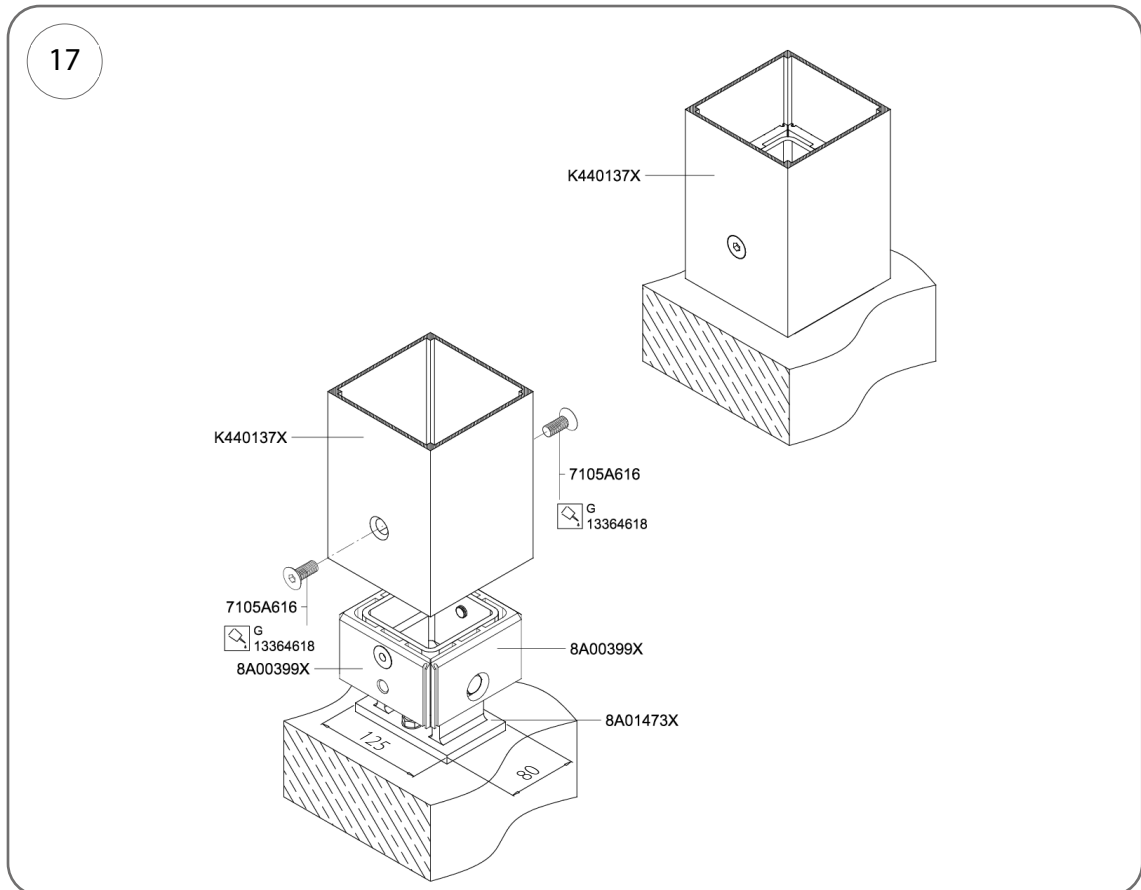
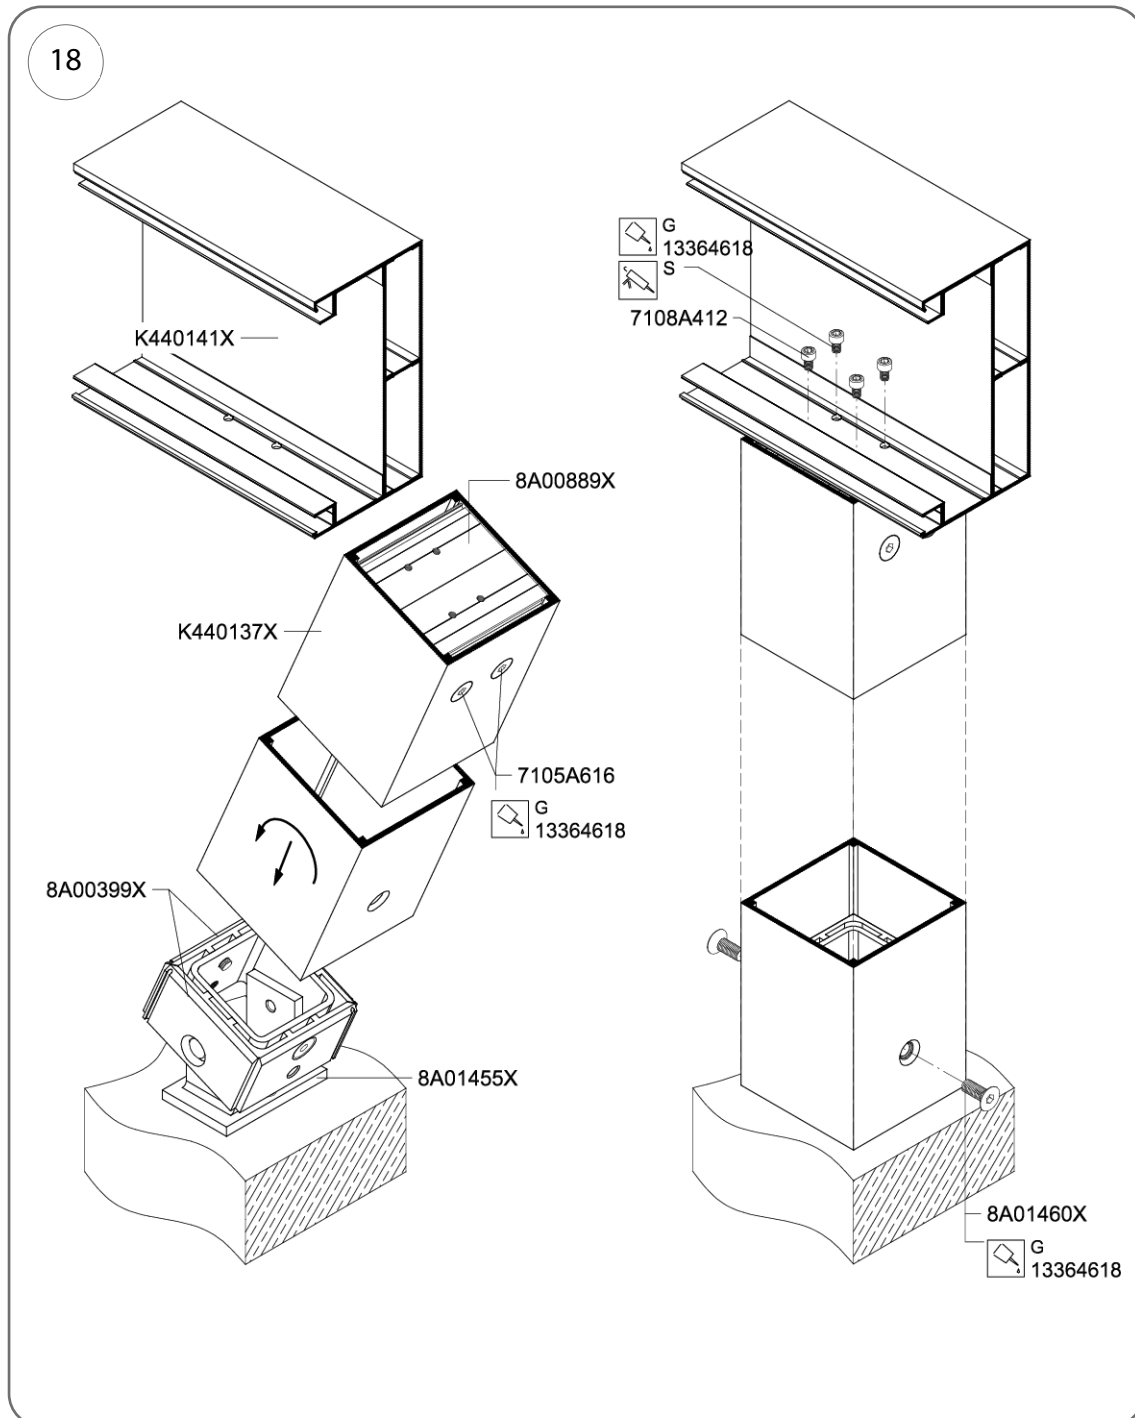

Fig. 17
Fig. 18
5. Efectuați operațiunea de conectare a stâlpului la consolă conform Fig. 17 și Fig. 18.
2. Îndreptați treptat stâlpul intermediar până când orificiile din conectorul stâlpului și din căpriori sau din șipci se aliniază (Fig. 18).